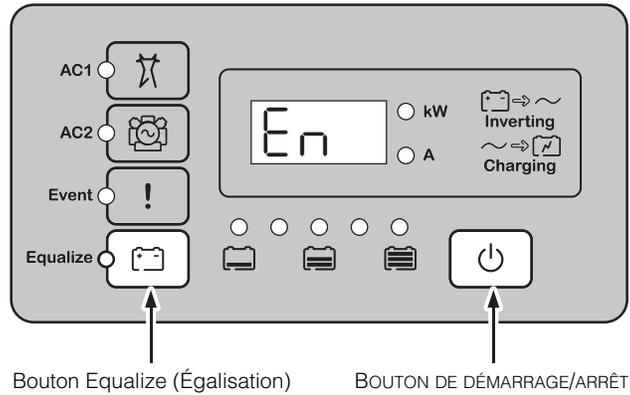

Figure 3-18 Mode activé
- ◆ Sur le panneau d'information de l'onduleur, appuyez simultanément sur le bouton STARTUP/SHUTDOWN (Démarrage/arrêt) et sur le bouton Equalize (Égalisation). Le Conext XW+ est désormais activé, et **En** (activé) s'affiche brièvement sur le panneau d'information de l'onduleur, comme illustré à la Figure 3-18.